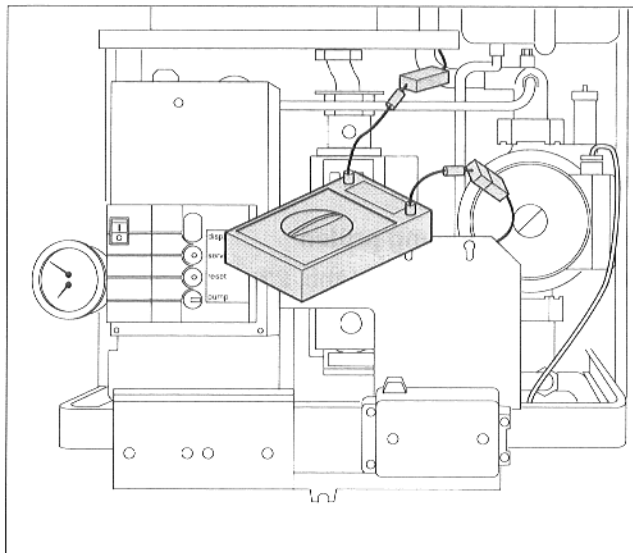

Abb. 26 Ionisationsstrom messen
- Steckverbindung des Überwachungskabels lösen und Meßgerät in Reihe anschließen (Abb. 26). Am Meßgerät den  $\mu\text{A}$ -Gleichstrombereich wählen.